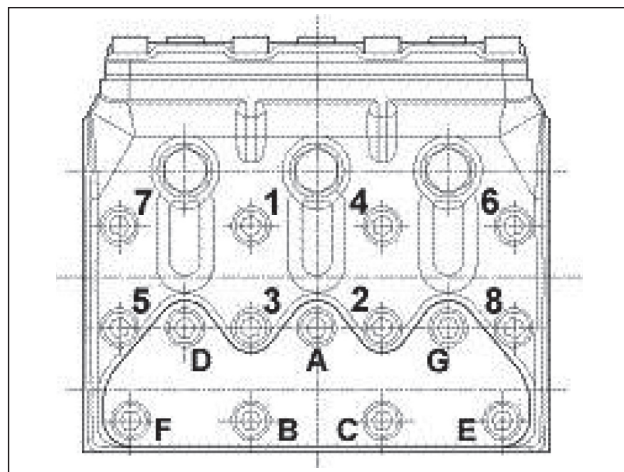

图24
** 必须使用扭矩扳手拧紧头部固定螺丝, 并按照图24顺序润滑泵头底部。
*** 必须使用扭矩扳手拧紧阀盖固定螺丝, 并按照图24顺序润滑泵头底部。